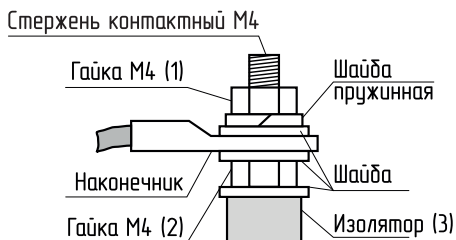

Рис.5 Присоединение проводов к выводам блок ТЭН
6.4. При замене блок ТЭН присоединение фазных проводов к выводам блок ТЭН производить согласно Рис.5. Сечение кабеля указано в табл. 1 и 1.1.